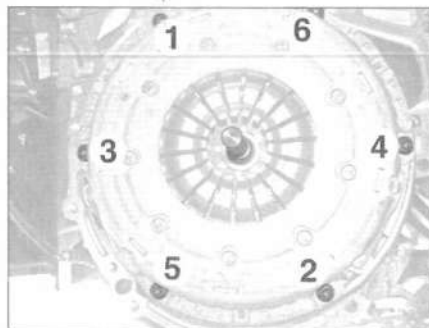

FIG.4
- Reposer et serrer les vis (1) tour par tour en respectant l'ordre de serrage jusqu'à atteindre le couple préconisé (Fig.4).